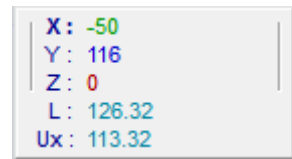

Рис.26.5. Окно координат
- Нажмите клавишу **X** на клавиатуре. В окне координат активируется поле ввода координаты **X**. Задайте величину координаты **-50мм** (рис.26.5). Проконтролируйте, чтобы координата **Y** была **116**.
- Установите сечение несимметричного двутавра, между точками 3 и 4 (см. рис.26.5).